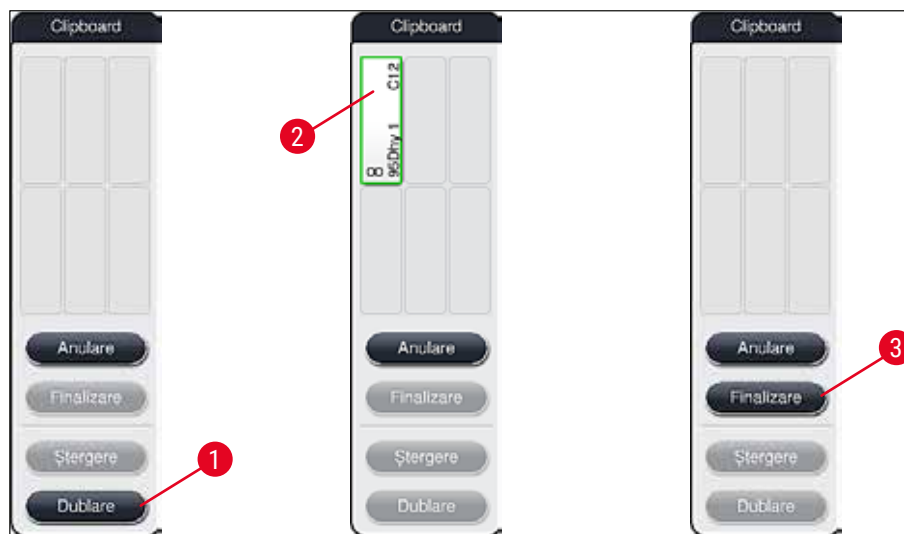

Fig. 54
2. Parcurgeți mesajul de informare ulterior și confirmați-l cu **OK**. Se deschide o nouă fereastră **Clipboard** (→ "Fig. 54").